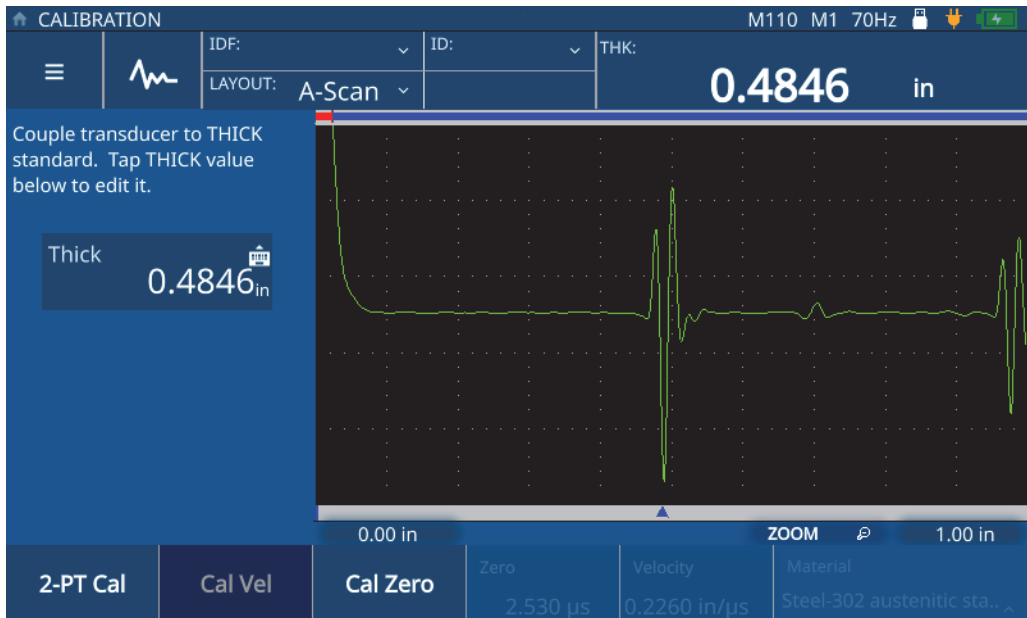

Figura 5-8 Taratura della velocità (taratura a due punti)
4. Seguire le istruzioni di taratura visualizzate sulla schermata e accoppiare il trasduttore al campione con uno spessore massimo noto (vedi Figura 5-8 a pagina 51).